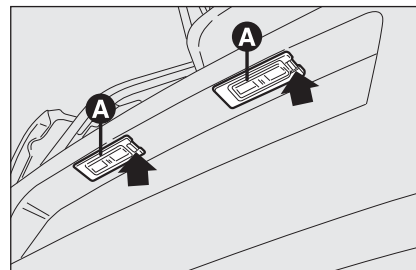

fig. 28
- agire nel punto indicato dalla freccia e rimuovere il gruppo trasparente **A-fig. 28**;